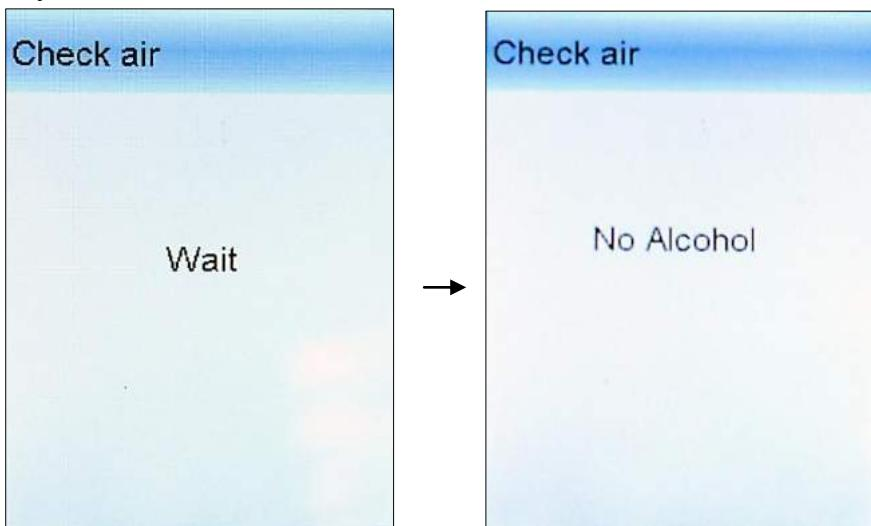
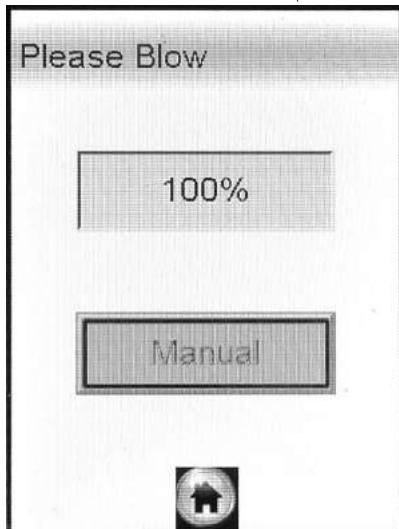

Рисунок 9 – Проверка воздуха
Рисунок 10 – Готовность к отбору пробы
2.7.5 Нажмите виртуальную кнопку «Start» для начала процедуры измерения. В этот момент произойдет отбор пробы воздуха из мундштука (будет слышен двойной щелчок срабатывания заборной системы) для проверки его на отсутствие паров этанола, а также на отсутствие остаточного алкоголя в заборной системе анализатора (рисунок 9, слева).
Если в мундштуке и заборной системе алкоголь не обнаружен, на дисплее появится сообщение «**No Alcohol**» (рисунок 9, справа), и анализатор перейдет в режим готовности к отбору пробы (рисунок 10).
2.7.6 При готовности анализатора к отбору пробы (рисунок 10) выполните выдох согласно 2.7.7 настоящего РЭ.
Для повторного выдоха нажмите виртуальную кнопку «**Test Again**», и после появления на дисплее окна готовности к отбору пробы (рисунок 10), обследуемый должен повторить выдох согласно 2.7.7 настоящего РЭ.
Для этого при готовности анализатора к отбору пробы (рисунок 10) переместите курсор с помощью кнопки А или В на виртуальную кнопку «Manual» и во время выдоха обследуемого активируйте ее кратковременным нажатием на кнопку вкл/выкл, при этом анализатор произведет ручной отбор пробы – будет слышен щелчок срабатывания заборной системы.